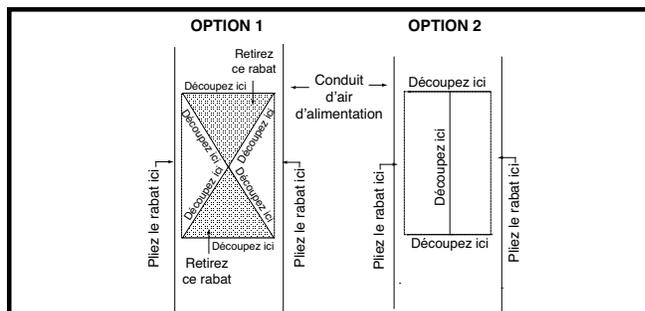

Figure 12. Ouvertures étroites de conduit d'air
1. Tracez et découpez le haut du conduit d'alimentation en air tel qu'indiqué dans l'Option 1 ou l'Option 2. Voyez la Figure 12 \(page 9\). **REMARQUE** : Si l'Option 1 est sélectionnée, découpez le métal dans la zone ombrée.